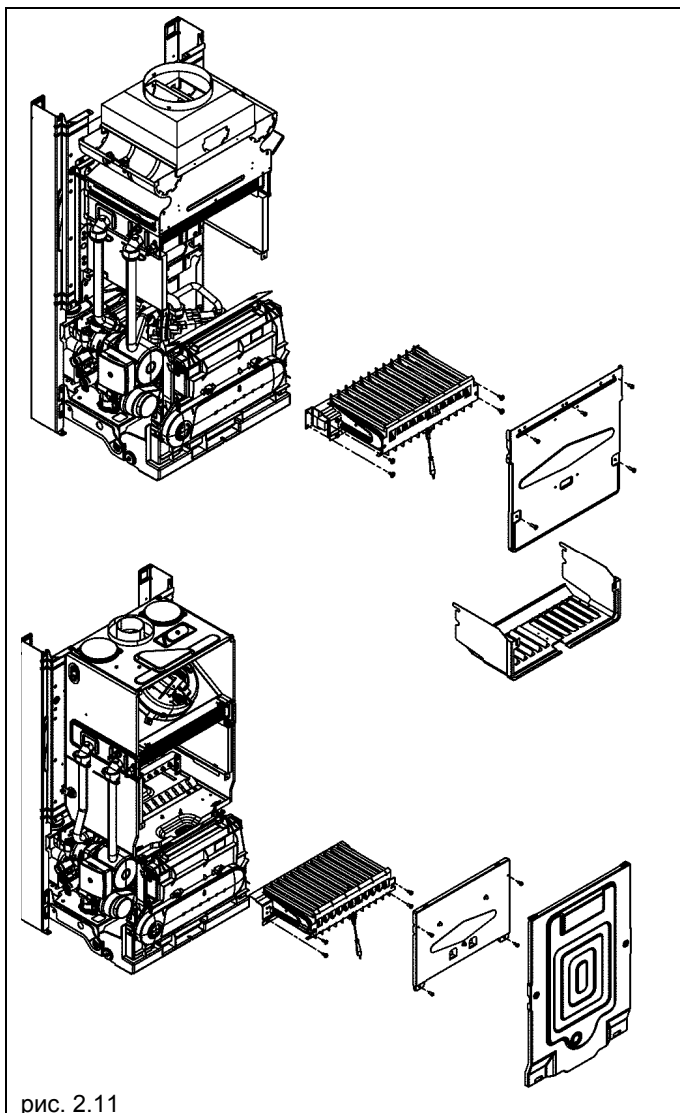

рис. 2.11
- снимите все компоненты, препятствующие доступу внутрь котла (рис. 2.11);